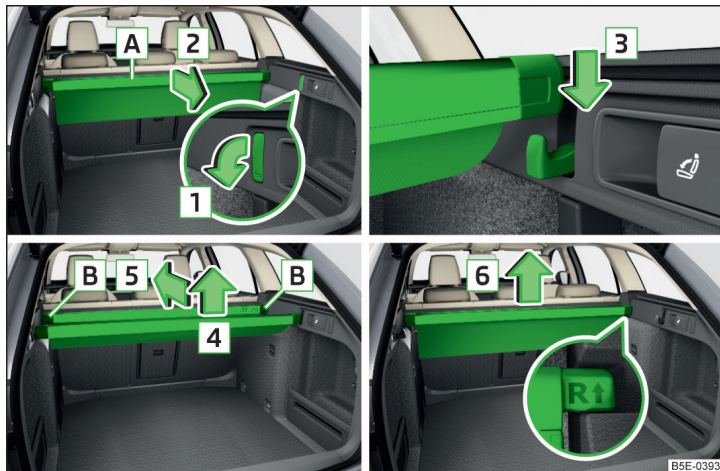

Fig. 125 Poche multifonctionnelle : Retirer/monter/insérer/enlever
- Rabattez vers le bas les crochets avant sur les deux côtés du coffre à bagages dans le sens de la flèche **1** » fig. 125.
- Retirez la barre arrière des crochets en tirant dans le sens de la flèche **4** » fig. 125.
- Retirez la poche multifonction des logements en procédant dans le sens de la flèche **6** » fig. 125.